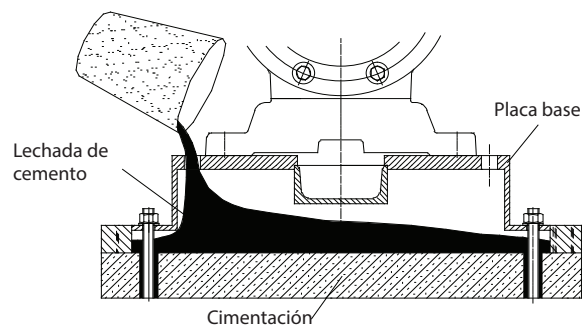

Figura 4.1 – Colocación de lechada de cemento
1. Después de aplicar la lechada de cemento, fije las camisas de las tuberías y ajuste el perno de anclaje ligeramente para que coincida con los orificios de empernado de la placa base (consulte la Figura 4.1).